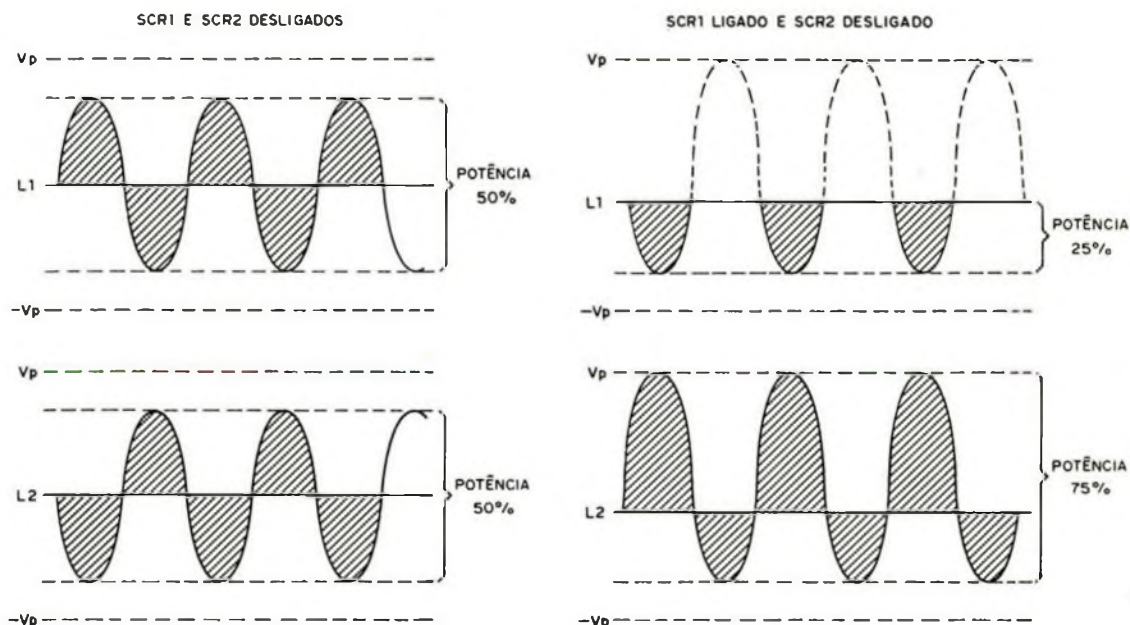

FIGURA 5
O resultado é que teremos o estabelecimento de um curto-circuito para apenas metade dos semiciclos da alimentação no conjunto 1 de lâmpadas, que está em paralelo com o SCR disparado. Isso significa que este conjunto 1 de lâmpadas passa a receber apenas aproximadamente metade dos semiciclos conduzidos pelas outras lâmpadas (conjunto 2), o que significa um brilho máximo da ordem de 25%. O outro conjunto (2), por outro lado, passa a receber metade dos semiciclos conduzidos totalmente pelo SCR disparado, mais a metade dos semiciclos não conduzidos pelo SCR e que passam pela lâmpada que representam 25% da potência máxima. O resultado é um brilho máximo para o conjunto 2 de lâmpadas da ordem de 75%, conforme mostra a figura 5.